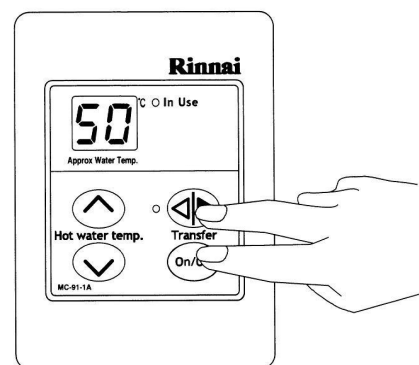

Fig. 1
**STEP 1:** sul comando remoto Master solamente, premere e mantenere premuto simultaneamente i tasti Transfer e ON/OFF (Fig.1) fino a quando il comando emette un "beep".